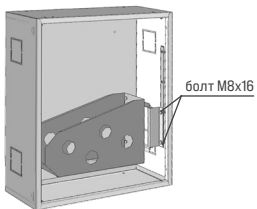

Рисунок 4
1) Снять из корпуса кассету 3 выкрутив два болта М8х16, фиксирующих кассету к стойке шкафа (рисунок 4)